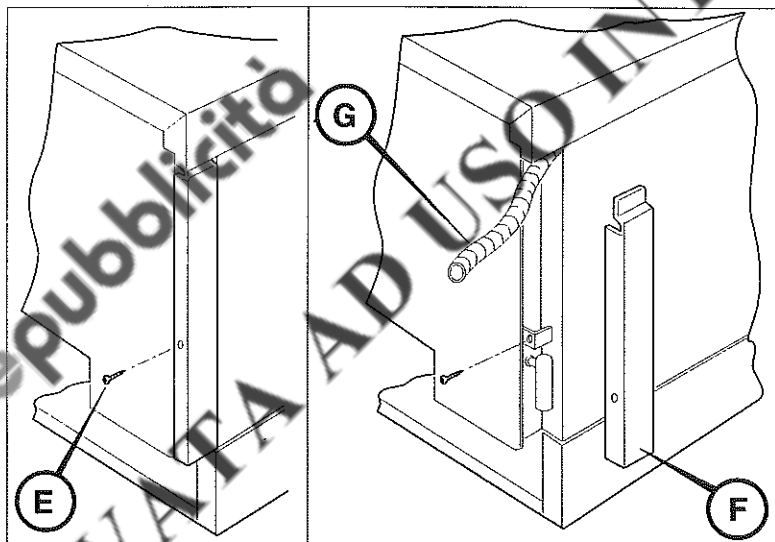
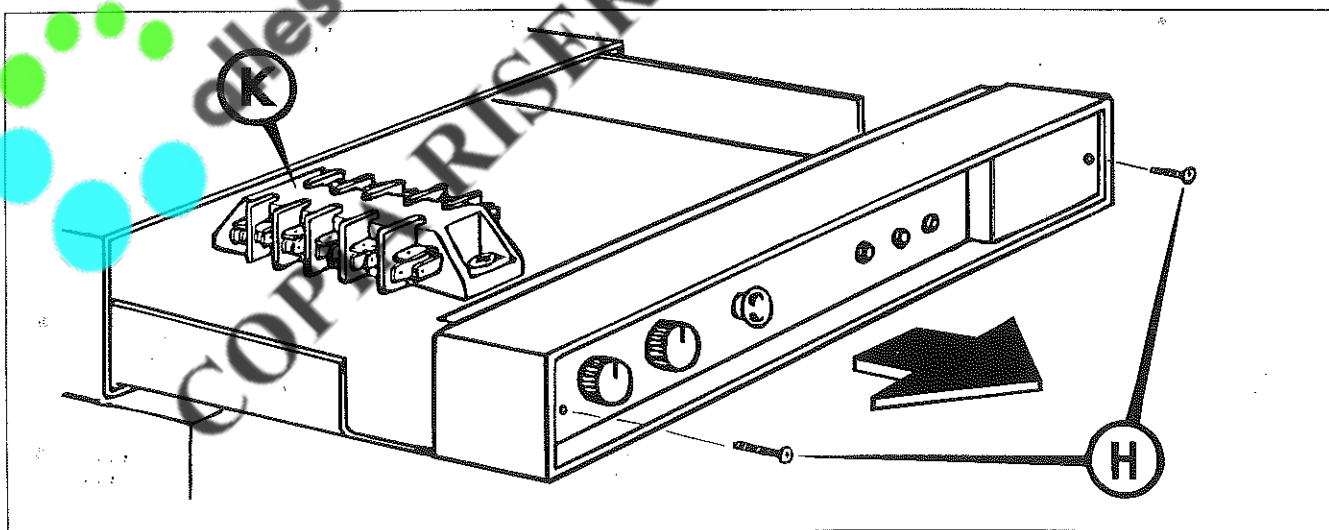

Fig. 5
Fig. 6
- **Mod. L40S:** svitare la vite **E** (fig. 5) posta nella parte posteriore della macchina e sfilare la protezione **F**. Svitare le due viti **H** (fig. 6) ed estrarre il cruscotto comandi; infilare i cavi di allacciamento nella guaina **G** posta all'interno facendolo uscire sul retro (fig. 5). Eseguire il collegamento alla morsetteria **K** (fig. 6) come da schema elettrico (vedere Appendice A6) e richiudere la protezione posteriore.